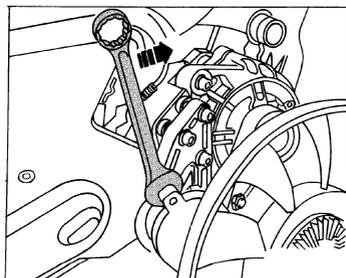

图 2-22 转动多楔带张紧器
55) 沿图 2-22 箭头方向转动多楔带张紧器，以松开多楔带。